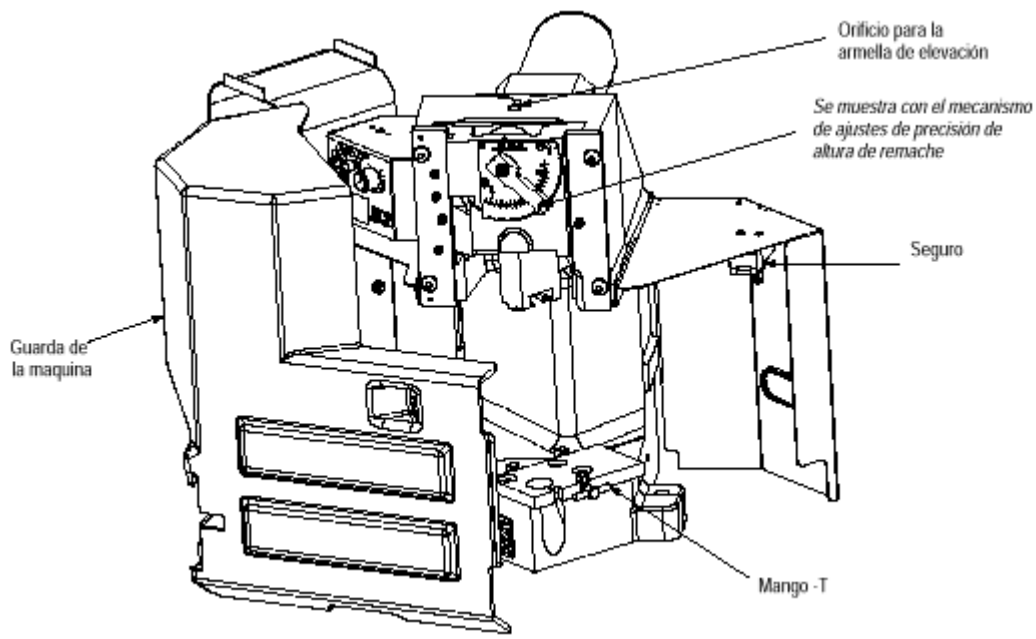

Figura 8
2.4 Guarda (Figura 8)
Retire todos los pernos de montaje que sujetan a la máquina de terminado a la paleta de transportación. Instale la armella de elevación como se muestra en la Figura 8.